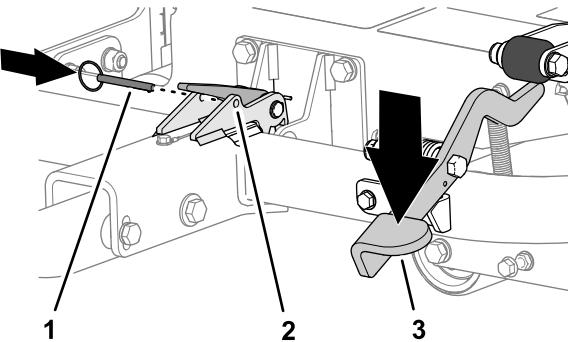

図 20
3. ヒッチペダルを踏んで、ヒッチをロックする図 20。
4. ラッチの穴にロックピンを入れる図 20。